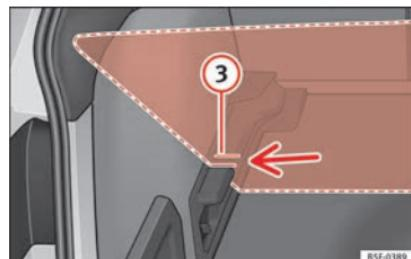
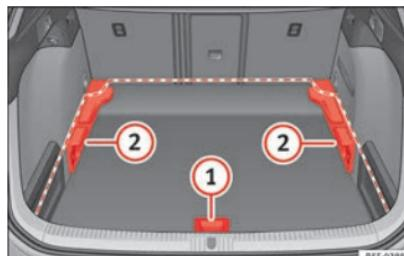

Fig. 186 Plancher de coffre à bagages modulable : rainures inclinées.
Fig. 185 Plancher de coffre à bagages modulable : positions.
- Relevez le plancher avec la poignée »» fig. 185 ①, tirez-le vers l'arrière jusqu'à ce que la partie avant du plancher dépasse complètement les supports ②.
- Déplacez le plancher vers l'avant sur ces derniers jusqu'à ce qu'il bute contre le dossier de la banquette arrière et ensuite, abaissez le plancher avec la poignée ①.
- Relevez le plancher modulable avec la poignée » fig. 185 ① et tirez-le vers l'arrière jusqu'à ce que la partie avant du plancher dépasse complètement les rainures inclinées » fig. 186 ③.
- Faites passer le plancher par les rainures en question en vous aidant de la poignée ① jusqu'à ce qu'il bute contre le dossier de la banquette arrière et que le plancher s'appuie sur les rainures.